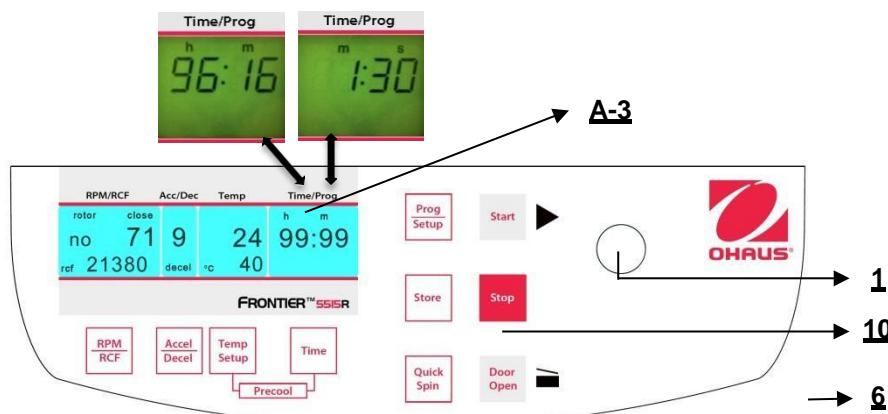

Abbildung. 17
3. Der dauerhafte Betrieb "cont", der durch die Taste "Stop"(10) unterbrochen werden kann (siehe Abbildung 17).
Die Betriebszeit kann vorab ausgewählt werden, während der Deckel offen oder geschlossen ist. Um die Einstellung der Betriebszeit einzustellen, drücken Sie die Taste "Zeit" (6). Auf der Anzeige "Time/Prog" (A-3) blinkt die Anzeige "m : s" oder "h : m", je nach vorheriger Einstellung. Um den gewünschten Wert einzustellen, benutzen Sie den Anpassungsknopf (1). Nachdem 59 min 50 sec überschritten werden, wechselt die Anzeige automatisch auf "h : m". Nachdem 99 Stunden 59 min überschritten werden, erscheint das Wort "cont" in der Anzeige "Time/Prog" (A-3). Dieser dauerhafte Betrieb kann nur durch Drücken der Taste "Stop" (10) unterbrochen werden. Der Countdown beginnt sobald die eingestellte Geschwindigkeit erreicht ist. Die Anzeige zeigt immer die verbliebene Zeit. (Siehe Abbildung 17)